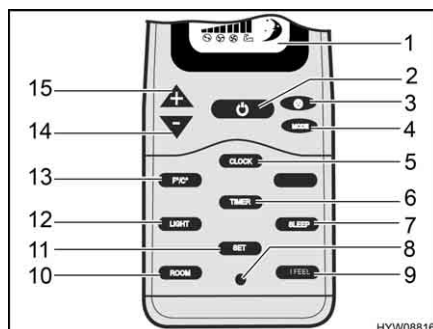
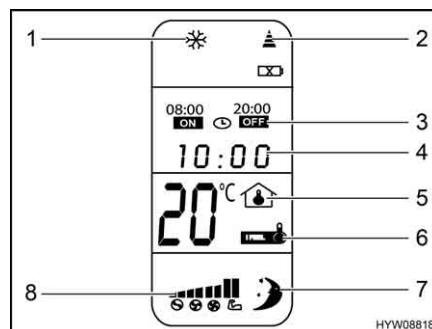

Fig. 63 Telecomando
Fig. 64 Display digitale
- Se l'impianto di climatizzazione è in modalità standby: Premere il tasto On/Off (Fig. 63,2) sul telecomando.
- Premere il tasto On/Off (Fig. 63,2) sul telecomando. L'impianto di climatizzazione passa in modalità standby.
- Premere il tasto invio (Fig. 63,11) sull'unità a soffitto. Le impostazioni vengono trasmesse tutte insieme all'impianto di climatizzazione e la ricezione è confermata dall'emissione di un segnale acustico.
- Premere il tasto ora (Fig. 63,5) finché l'indicazione dell'ora (Fig. 64,4) lampeggia.
- Impostare l'ora attuale con i tasti "+" (Fig. 63,15) e "-" (Fig. 63,14).